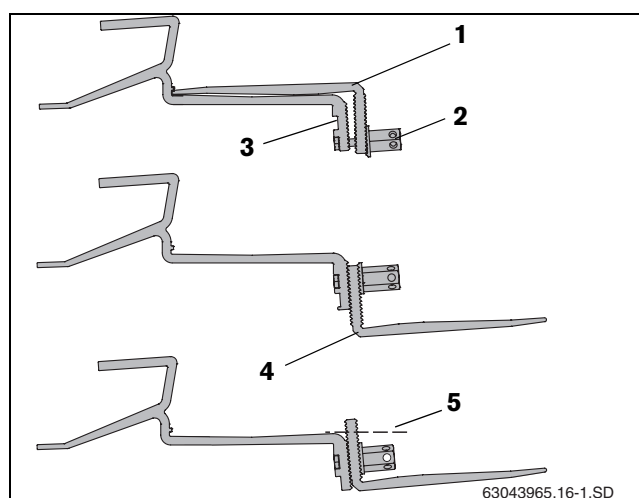

Fig. 38 Fixer le crochet au chevron
Sur certaines couvertures il peut s'avérer nécessaire de poser des planches/madriers sous la partie inférieure du crochet (→ fig. 38, [4]) pour que celui-ci soit posé en haut sur la tuile.
- Serrer à fond l'écrou hexagonal long (→ fig. 38, [2]).
- Insérer la vis dans la perforation supérieure (→ fig. 38, [3]).
- Fixer la partie inférieure du crochet (→ fig. 38, [1]) sans serrer. Le raccord ne doit pas encore être serré à fond.